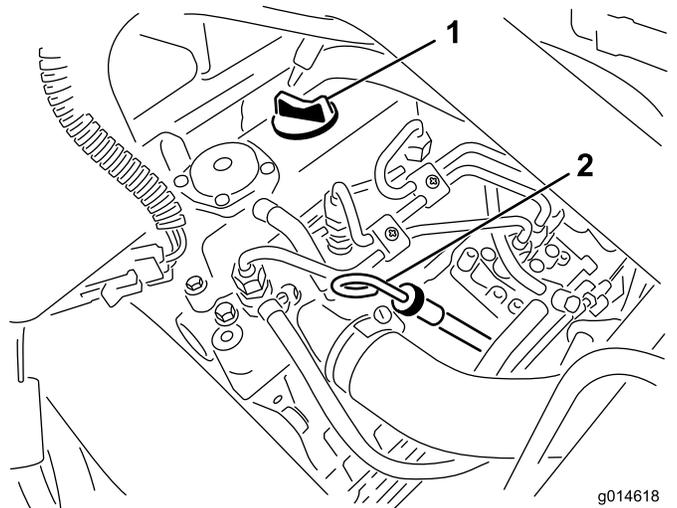

Рисунок 31
2. Выньте масломерный щуп и протрите его чистой ветошью (Рисунок 31).